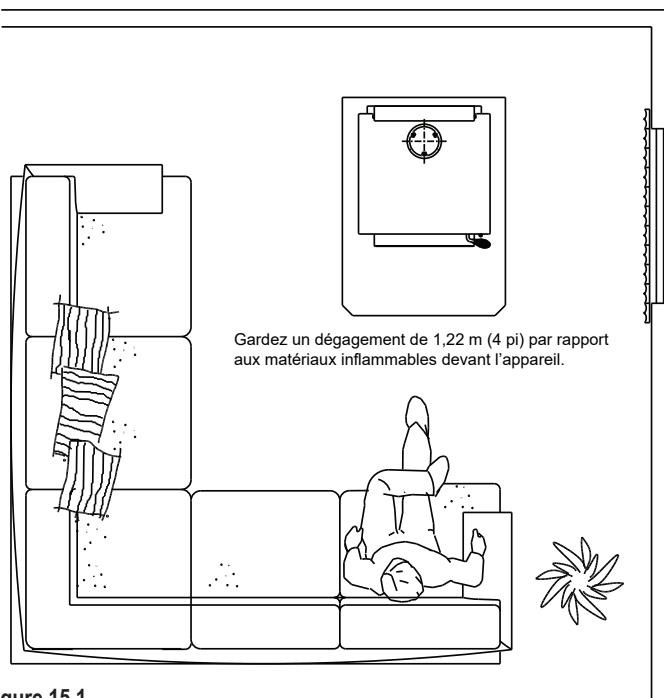

Figure 15.1
- Ne placez AUCUN objet inflammable à moins de 1,2 m (4 pi) devant l'appareil (**Voir la figure 15.1**).